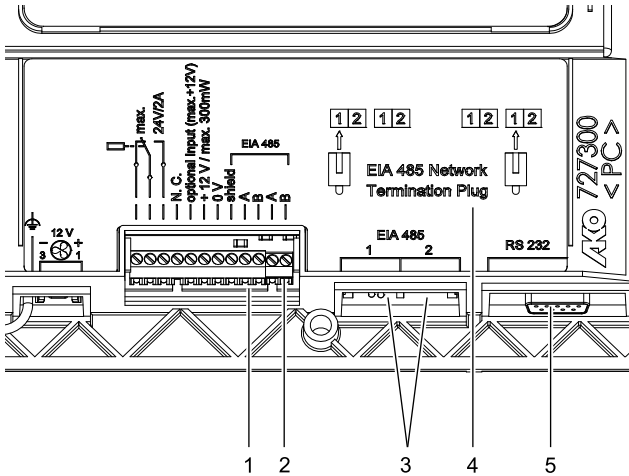

Abb. 12 Anordnung der Netzwerkanschlüsse
- ➔ An serieller Schnittstelle EIA 485 durch ein Kabel mit RJ45-Steckern oder Kabel am Klemmenstecker (Anschluss A und B) die Verbindung zwischen den Wechselrichtern bzw. Wechselrichtern und Überwachungsgeräten herstellen (siehe Abb. 12).